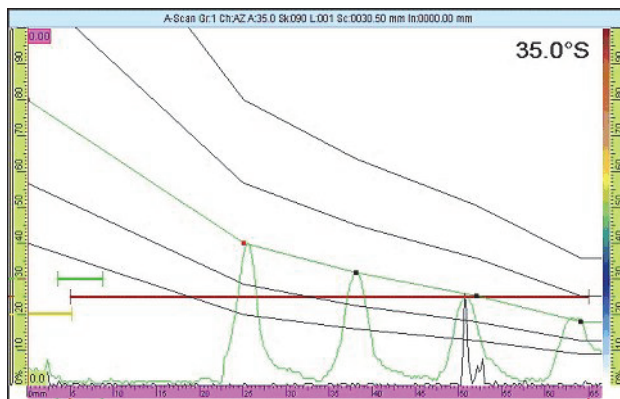

Рис. 6-6 Проверка правильности построения кривой DAC
3. Выполните сканирование каждого отражателя и убедитесь, что все они находятся на кривой DAC (см. Рис. 6-6 на стр. 167).